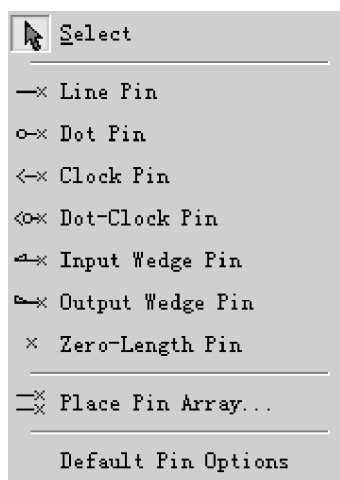
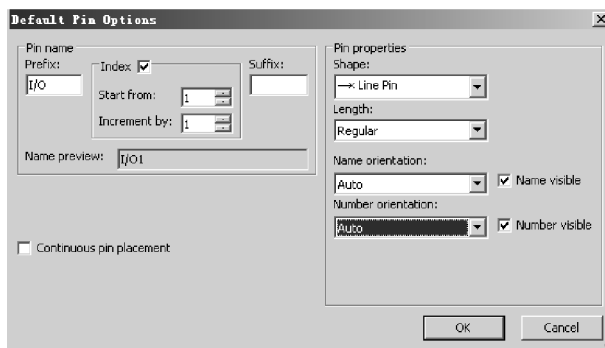

图 2-36 Pins 命令的下拉菜单
图 2-37 Default Pin Options 对话框
(4) Pins: 其下拉菜单如图 2-36 所示。这里有 8 种形状的引脚供选择, 也可以执行 Default Pin Options 菜单命令, 弹出如图 2-37 所示的 Default Pin Options 对话框。
(6) 执行 Pins \ Default Pin Option 菜单命令，弹出 Default Pin Options 对话框，如图 2-37 所示。在对话框中，对将要放置的引脚名称等信息进行设置。
(7) 单击引脚放置工具栏中按钮，移动光标将引脚放在矩形外离同相端“+”最近处，作为同相输入引脚。同理可放置其余的 4 个引脚。